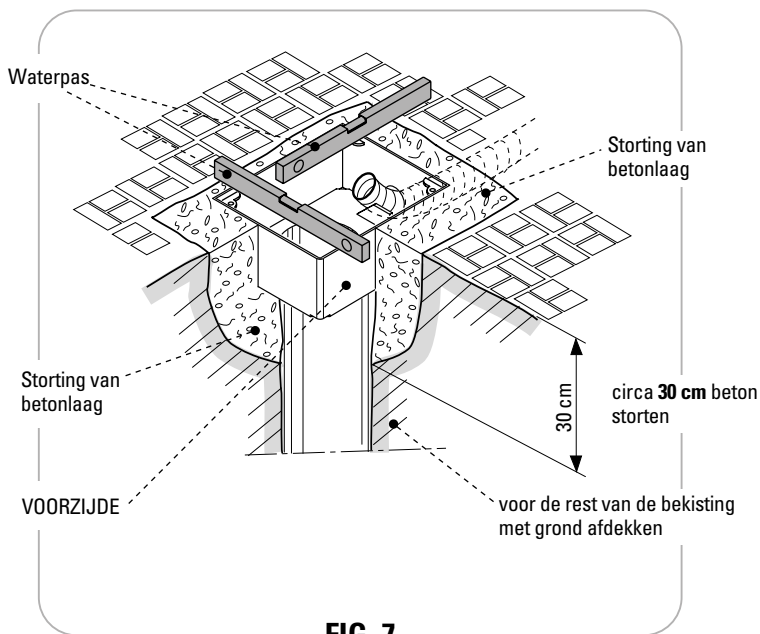
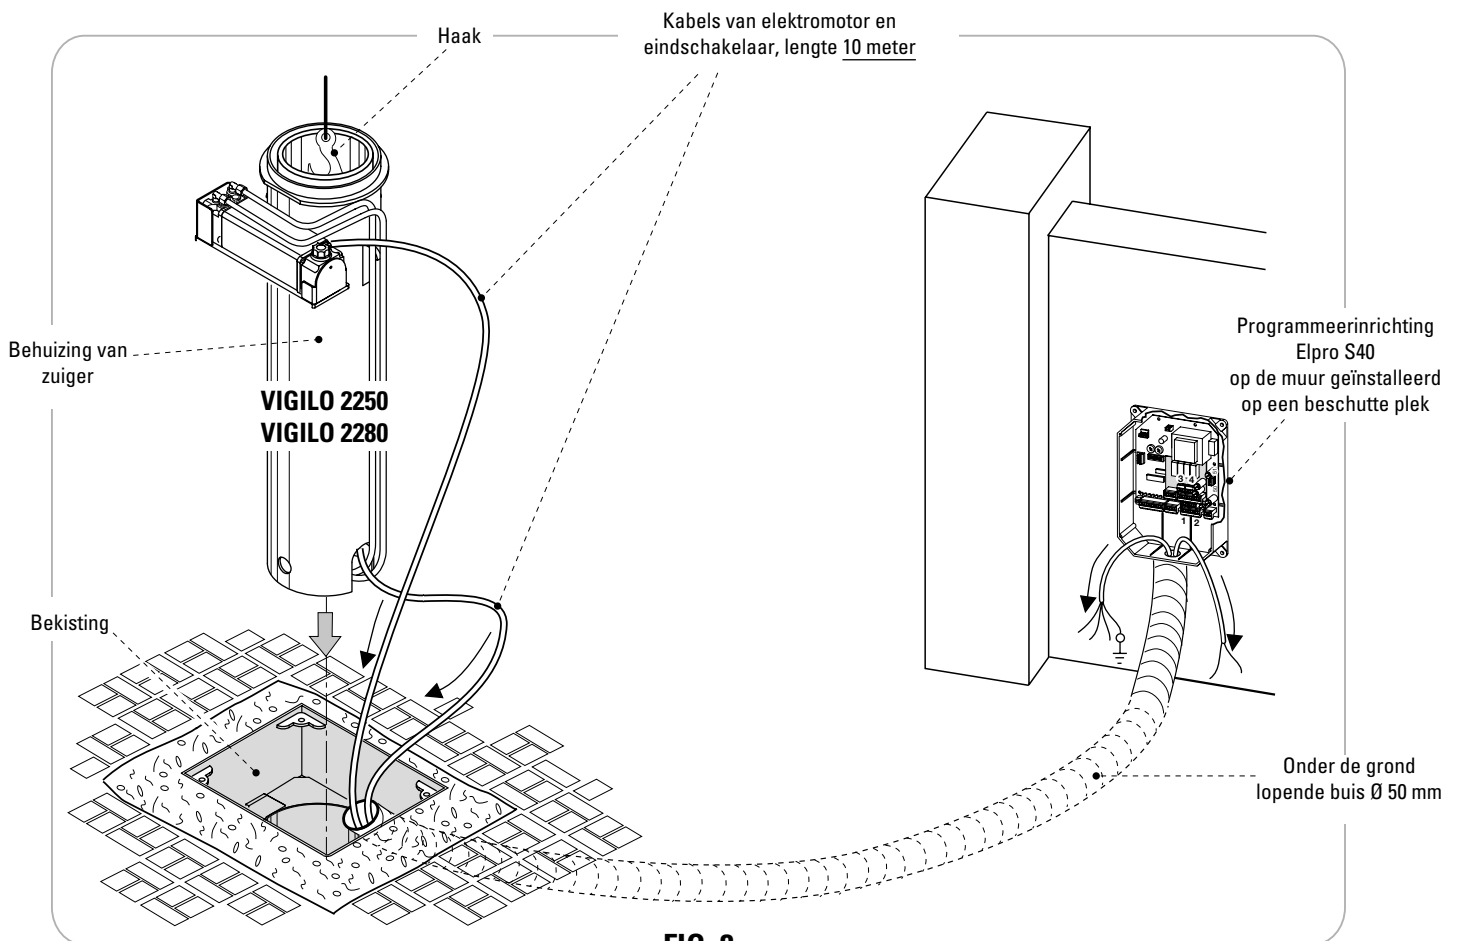

FIG. 7
FIG. 8
- Nadat de bekisting geplaatst en geïnstalleerd is, moet de bovenkant zich op grondniveau bevinden (Fig.7 en Fig.8)
**BELANGRIJK:** Voer de stroomkabels van de motor en de eindschakelaar door de buis zonder de kabels te scheuren of te snijden. Fig.7.